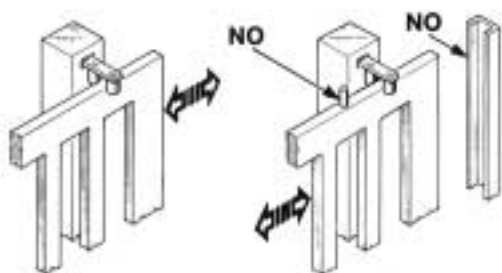

Fig. 3
Les poteaux du portail doivent avoir des glissières anti-déraillement sur la partie supérieure (Fig. 3), afin d'éviter tout décrochage accidentel.
N.B.: Éliminer les arrêts mécaniques du type indiqué, décrit dans la figure 3.